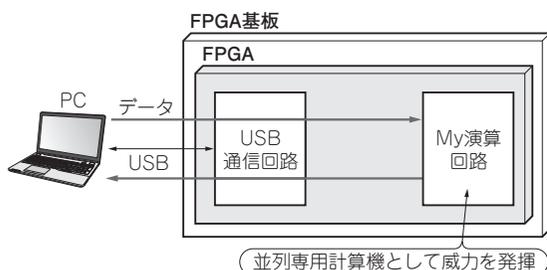

図1 その1: 人工知能 (AI) 信号処理
人工知能 (AI) などの高速リアルタイム計算に, FPGA 専用ハードウェア計算機が使えるかもしれません (図1)。USB 接続できれば, PC や小型ラズベリー・パイ (Raspberry Pi) などのホストと組み合わせて使えるので, ずいぶんと便利です。